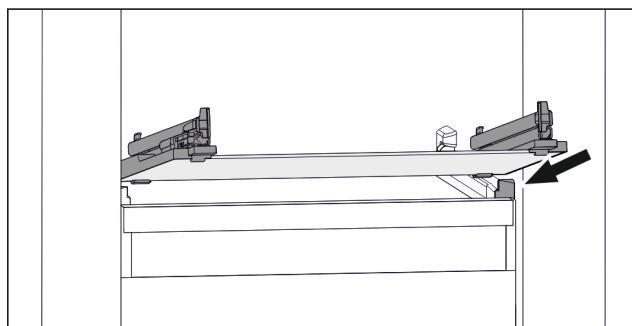

Fig. 60 Simbolična slika steklene plošče
- Stekleno ploščo postavite v poševnem položaju za zaustavljalniki. (glejte Fig. 60)